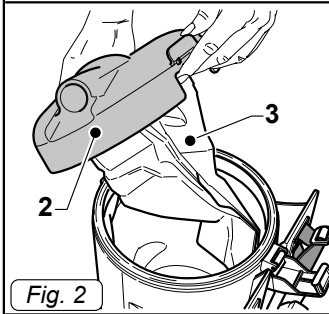

Fig. 2
- Sganciare la leva (1a/1 Fig.1) e rimuovere il coperchio (2 Fig.2) completo di sacchetto in carta (3 Fig.2).